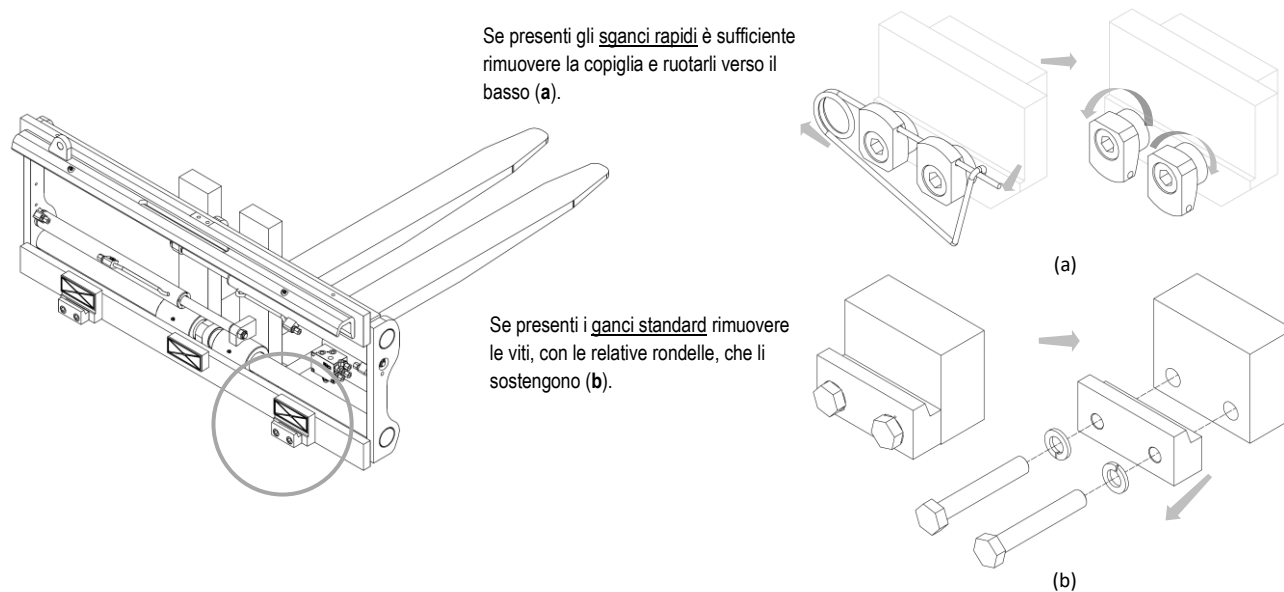

Figura 2
5. Rimuovere i ganci inferiori dall'attrezzatura (vedi *Figura 2*).